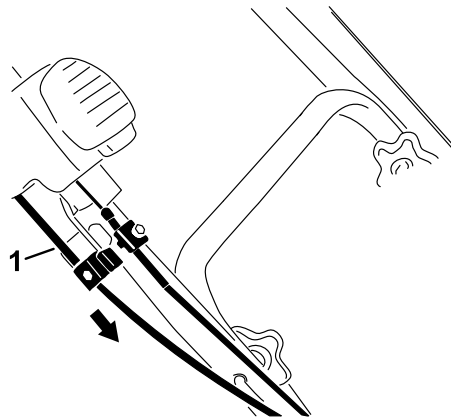

Figure 34
4. Maintenez la goulotte dans cette position, tirez sur la gaine du câble inférieur pour tendre le câble complètement, puis serrez la vis du serre-câble solidement (Figure 34).